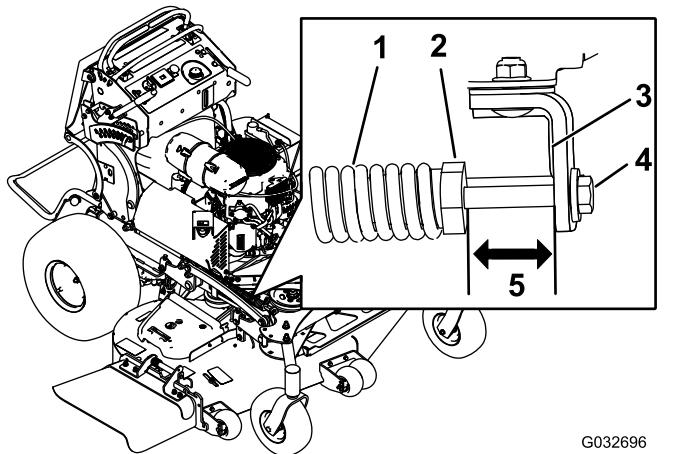

Figure 96
- Vérifiez la distance entre l'écrou de ressort et l'arrière du support soudé (Figure 96).
- Assurez-vous que la longueur est de 51 mm (2 po) pour les tabliers de coupe de 122 cm et 132 cm (48 po et 52 po) et de 38 mm (1,5 po) pour les tabliers de coupe de 152 cm (60 po), comme montré à la Figure 96.
4. Au besoin, réglez la distance en ajustant le boulon sur l'avant du support (Figure 96).